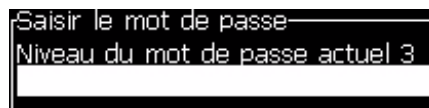

Figure 4-11: Boîte de dialogue Saisir le mot de passe
- 1 Appuyez sur *Alt + wet* sélectionnez l'option *Saisir un mot de passe* à partir du *menu* Mot de passe. La boîte de dialogue *Saisir Mot de passe* apparaît (voir la section Figure 4-11).